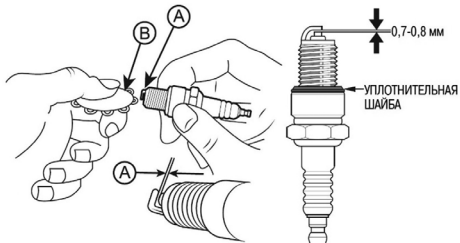

Рис. 20. Проверка межэлектродного зазора
4. Измерьте зазор А между электродами специальным щупом В. Зазор должен быть 0,7-0,8 мм (Рис. 20). При увеличении или уменьшении требуемого зазора, рекомендуется заменить свечу, так как регулировка зазора может привести к изменению качества искрообразования.